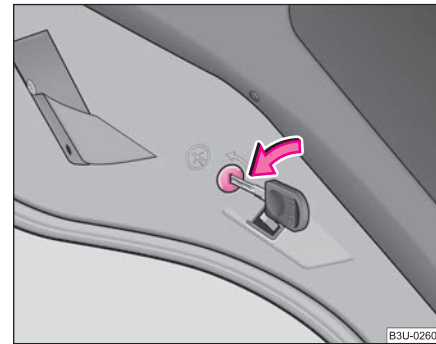

Fig. 22 Siguranța de la ușile din spate pentru copii
- Rotiți cu cheia de contact fanta din ușile din spate în sensul săgeții ⇒ fig. 22.